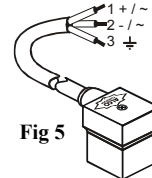

Fig 5
- Collegare la spina precablata (Fig. 5) alla bobina e serrare le vite con coppia di serraggio 0,1Nm.
**Cablaggio mediante connettore (Fig. 5)**